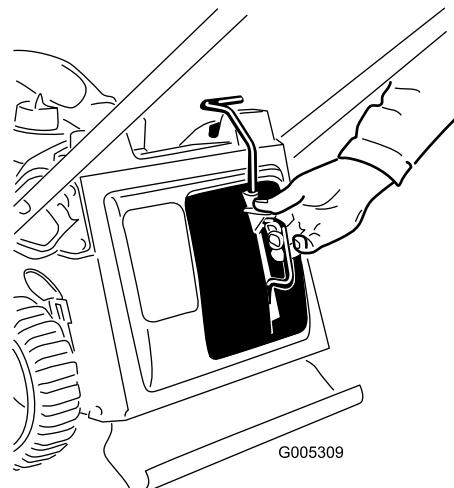

Figura 34
- Introduzca el tapón de mulching (Figura 34).